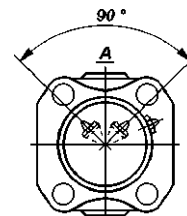

Рис. 8.4. Расположение пресс-масленок при сборке карданного вала (вид со стороны моста)
4. Установите крестовины и вилки шарниров так, чтобы пресс-масленки шлицевого соединения и крестовины, расположенной у моста, находились в одной плоскости и на одной стороне вала, а масленка крестовины противоположного конца вала - на 90° против часовой стрелки, если смотреть со стороны моста (рис. 8.4).